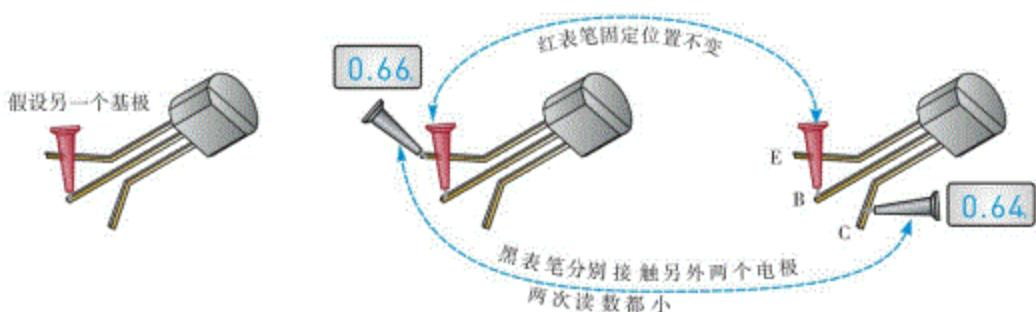

图9.104 假定另一电极为基极
⑧接下来假定另一电极为基极（参见图9.104），然后重复前面②~④的检测分析步骤，若两次的万用表读数都很小，则红表笔所接为基极，管子为NPN管；读数相对较小的一次，黑表笔所接为集电极；余下的为发射极。